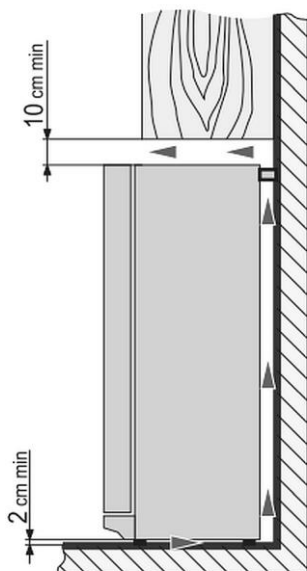

Fig. 6
- Mantenga una distancia de al menos 10 cm entre la parte superior del aparato y los objetos que se encuentran por encima (por ejemplo, un armario) (fig. 6).